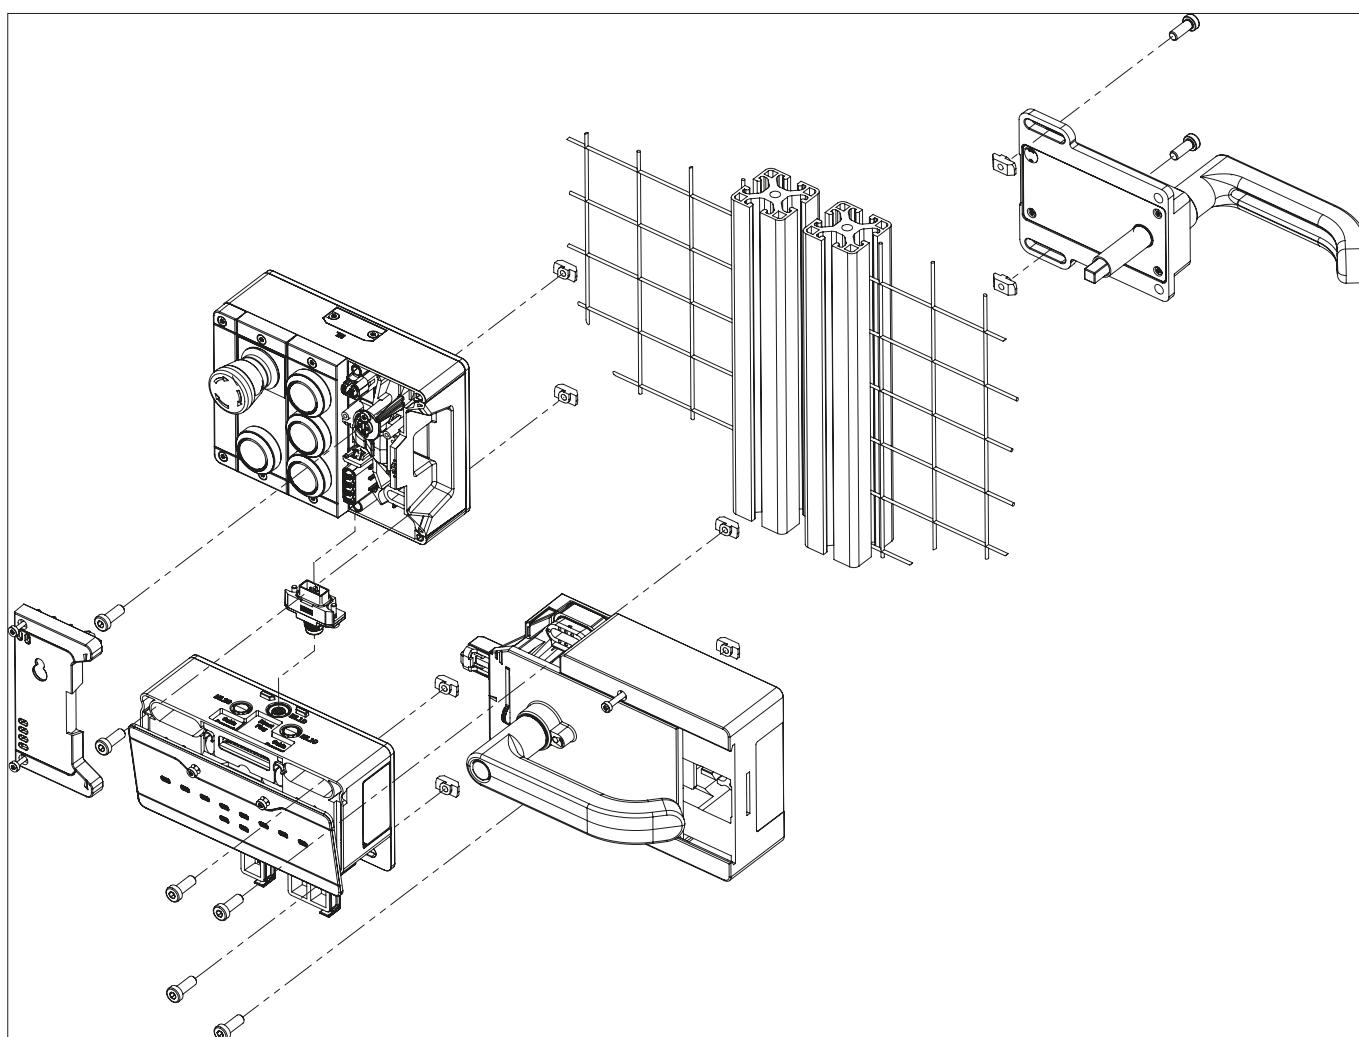
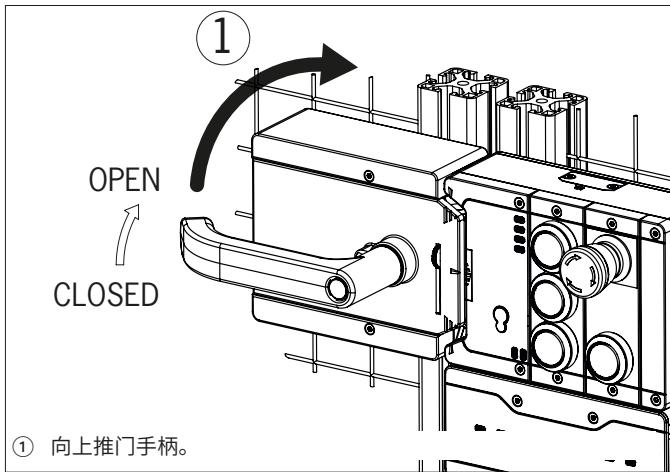
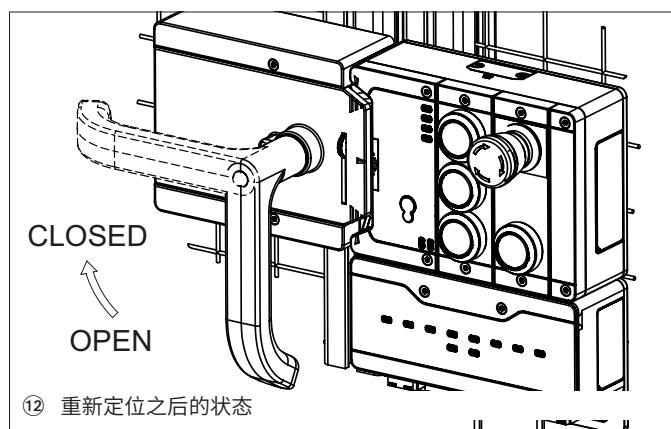

图9：右开式铰链门的安装示例（全视图）
图11：更改动作方向，步骤①
图16：更改动作方向，最终状态
- 将应急逃生解锁装置轴与手柄模块垂直对齐。请参见图9。
- › 安装过程中，请注意正确对齐。在互锁/锁止模块的壳体和手柄模块的壳体上使用对准辅助设备（请参见图9）。
安装步骤请参见图9和图11至图16。
- 对于左开式铰链门，以相反方式安装系统。换句话说，通过向上抬门手柄开启安全门（请参见图11）。因此，必须更改门手柄的动作方向（请参见图11至图16）。